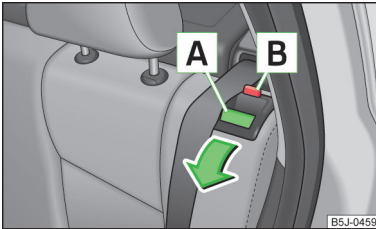

Abb. 40
- › Durch Drücken des Sicherungsknopfes **A** » Abb. 40 die Sitzlehne entriegeln und nach vorn neigen.